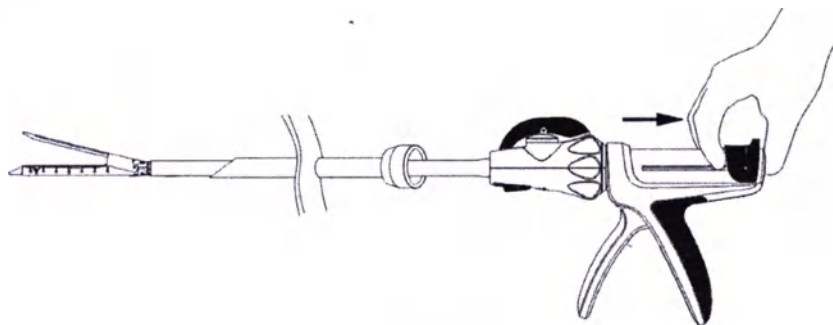

Рис. 5-2
- 5.2 Когда рабочая часть степлера полностью окажется в полости тела, полностью оттяните черную рукоятку возврата, чтобы открыть бранши степлера (см. рис. 5-2).